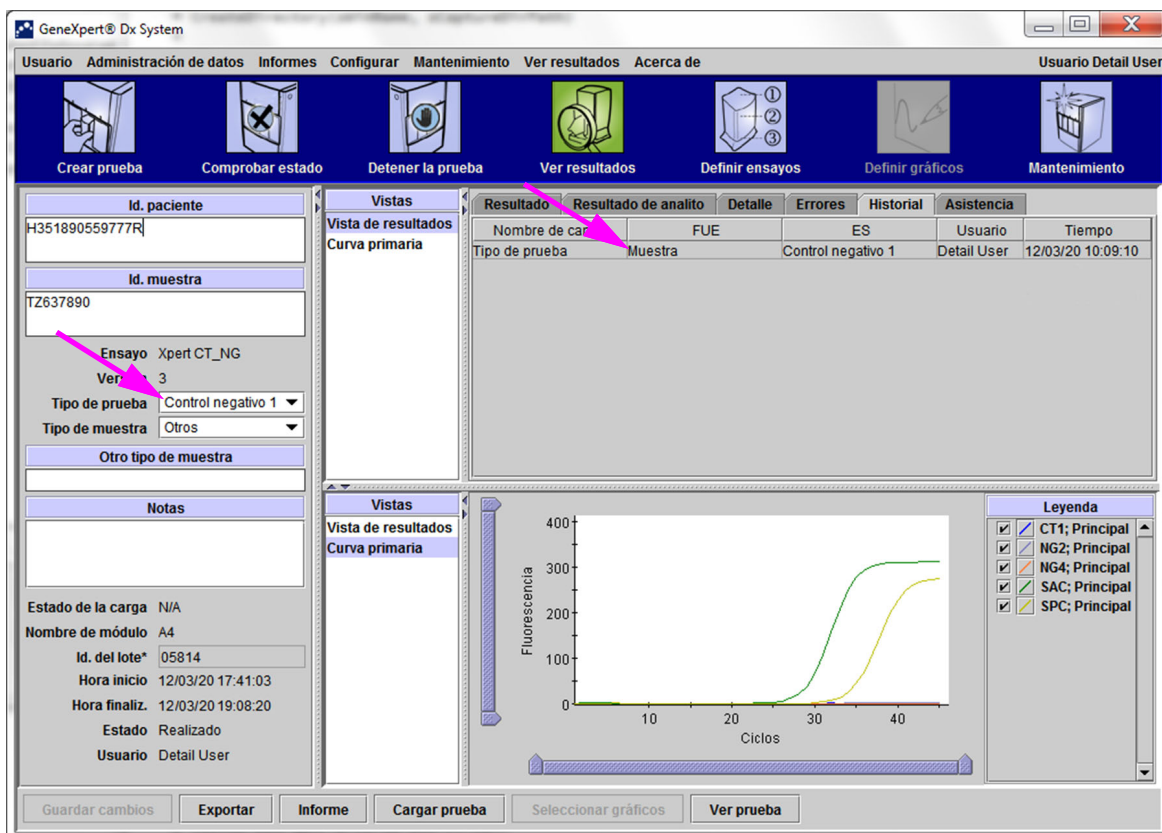

Figura 5-52. Ficha Historial que muestra el cambio de Tipo de prueba de Muestra a Control negativo
- Haga clic en **Sí** para guardar los cambios y continuar. El software controla el historial de cambios (consulte la figura 5-52).